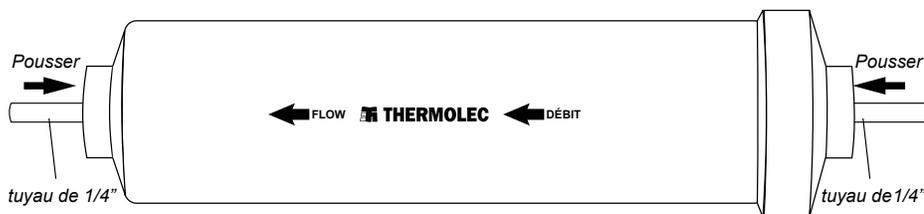

Fig. 7a
7.1 Le filtre de ligne d'eau doit être installé entre la valve d'alimentation d'eau et l'atténuateur de coup de bélier. Il est fortement recommandé de drainer la ligne d'eau pendant 30 secondes avant de connecter le filtre. Il suffit de simplement insérer le tube (plastique ou cuivre) dans le raccord du filtre jusqu'à ce qu'il soit bien appuyé au fond. Après avoir connecté le filtre, il est également recommandé de drainer la ligne d'eau à travers le filtre d'eau pendant 30 secondes. We recommend replacing the filter once a year during yearly maintenance. Voir Fig. 7a.